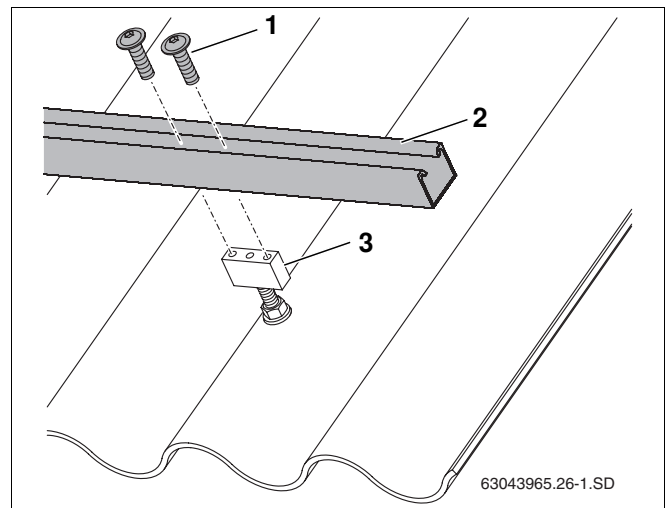

Fig. 25 Fixer le rail profilé à l'écrou-cage
- ▶ Fixer les rails profilés (fig. 25, **pos. 2**) à raison de deux vis par rail (fig. 25, **pos. 1**).